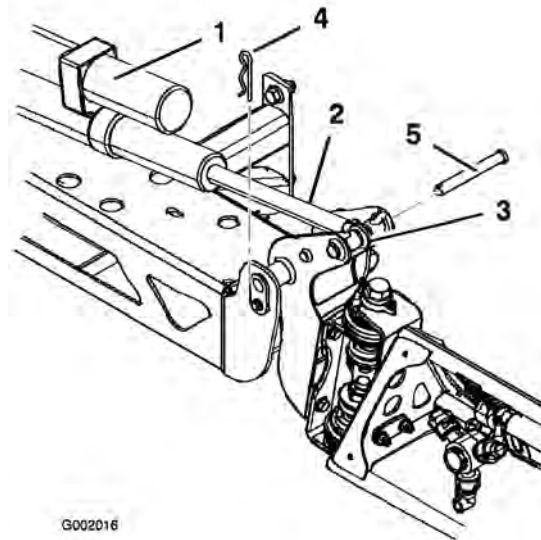

図 35
2. ピボット・ピンからコッター・ピンを抜き取る(図 35)。
3. ブームを持ち上げて、ピンを外す(図 35)。ブームをゆっくりと床まで降下させる。
- ブームを持ち上げて、ピボットをアクチュエータ・ロッドに整列させる。ブームを支えながら、ブームのピボットとアクチュエータ・ロッドにピンを通す(図 35)。